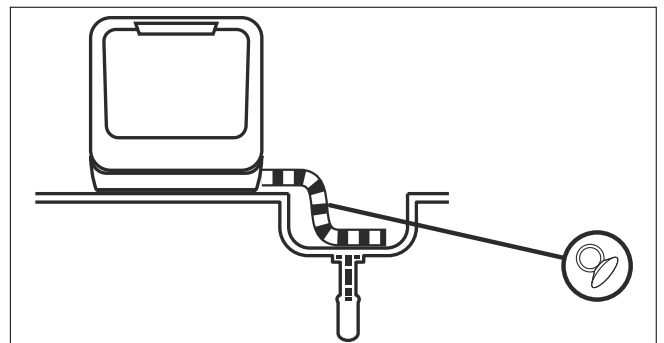
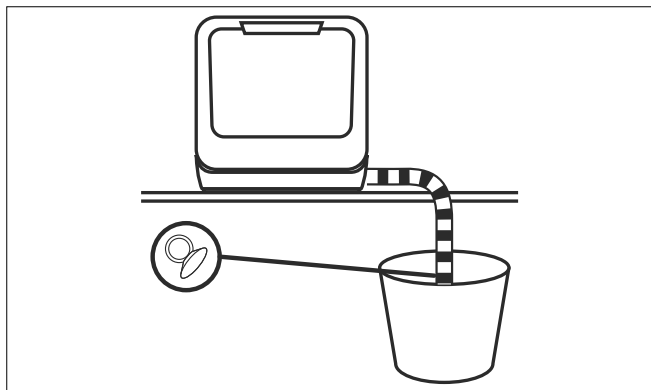

Fig. 10 – Desagüe en un fregadero
Fig. 11 – Descarga en un contenedor
- ▶ Enganche el extremo de la manguera de vaciado en un fregadero (véase **Fig. 10**) o en un recipiente suficientemente grande (véase **Fig. 11**).
- ▶ Una vez que se hayan realizado las conexiones de alimentación y de salida de agua, enchufe la clavija de enchufe (24) en la toma de corriente.